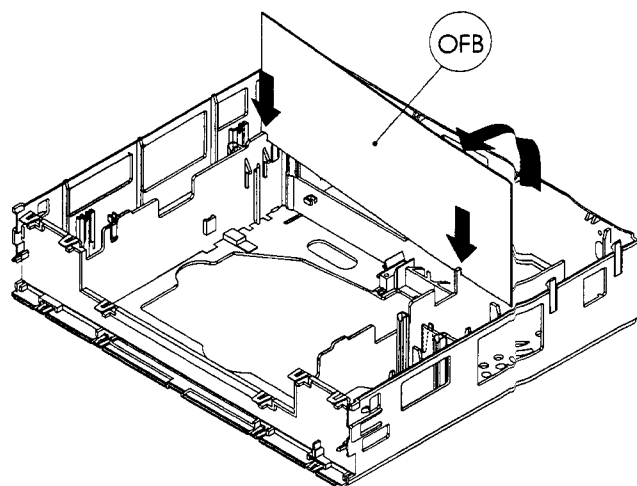

Fig. 7
- Den OFB nun hochheben und in die Serviceposition (siehe Fig.7) drehen und in die dafür vorgesehenen Schlitzze stellen.